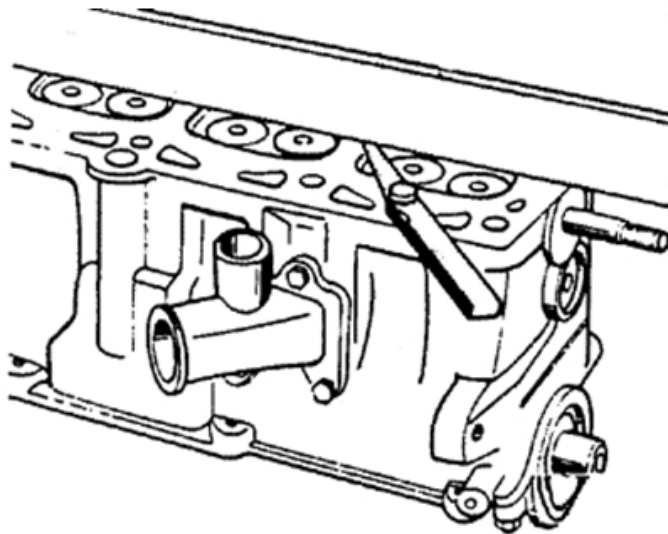

图2-14 气缸盖变形量的检查
3) 如图 2.14 所示, 在钢直尺或刀形尺与缸盖下平面间的缝隙处插入塞尺, 所测数值即为缸盖的变形量。